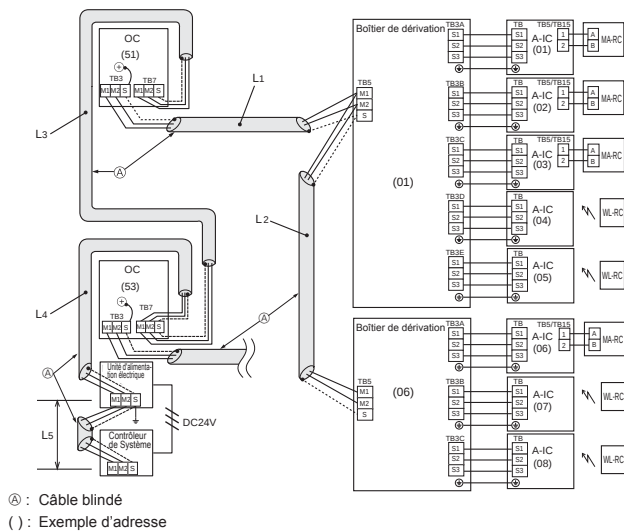

Fig. 7-2
7.4. Raccordement du boîtier de dérivation/du câblage extérieur et raccordement du cordon d'alimentation extérieur (Fig. 7-2)